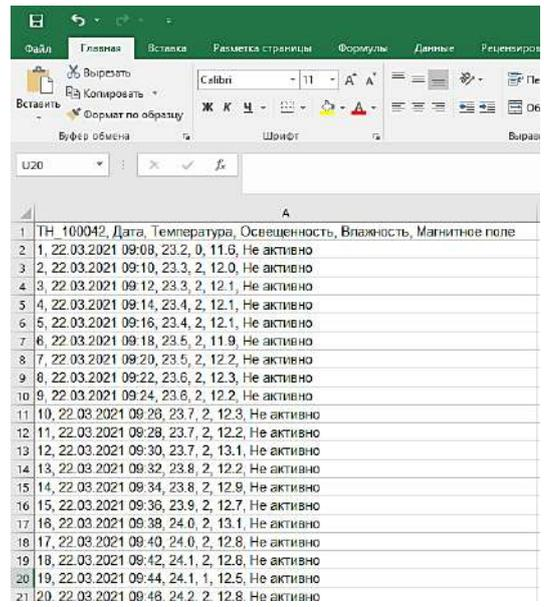

Рисунок 13 – Скопирован в MS Excel
- Скопировать данные комбинацией клавиш CTRL+A и вставить в **MS Excel** (рисунок 13);